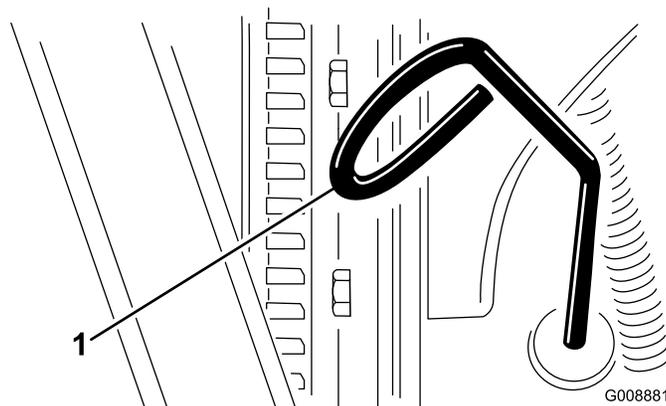

Figura 26
3. Togliete l'asta di livello, asciugatela e reinsieritela (Figura 26).